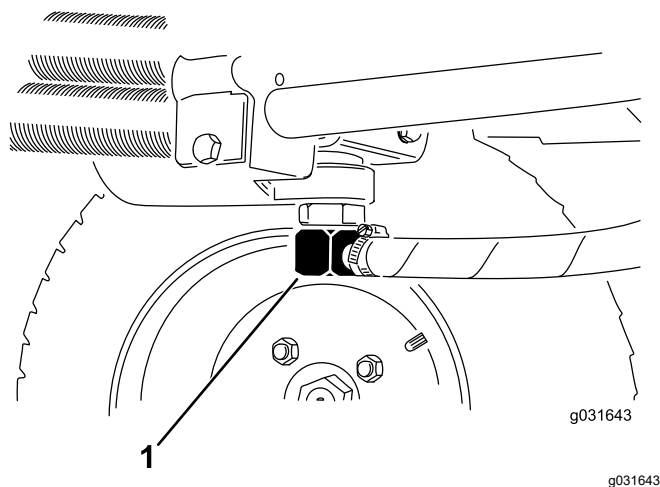
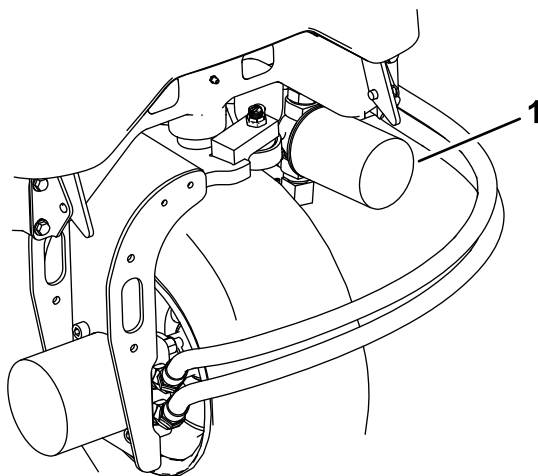

Figura 65
Figura 67
2. Deconectați conducta hidraulică sau scoateți filtrul hidraulic și lăsați fluidul hidraulic să curgă într-o tavă de scurgere (Figura 67 și Figura 65).
3. Instalezi conducta hidraulică atunci când lichidul hidraulic încetează să se scurgă (Figura 65).
3. Curăai zona de montare a filtrului, azeai o tavă de scurgere sub filtru i scoatei filtrul (Figura 67).